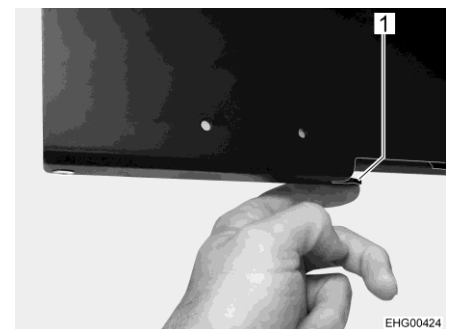

Fig. 96 Desbloquear el mecanismo de giro
- Para girar la pantalla plana a la posición deseada: pulsar la palanca negra (Fig. 96,1) abajo en la placa del dispositivo de extracción y girar la pantalla plana.